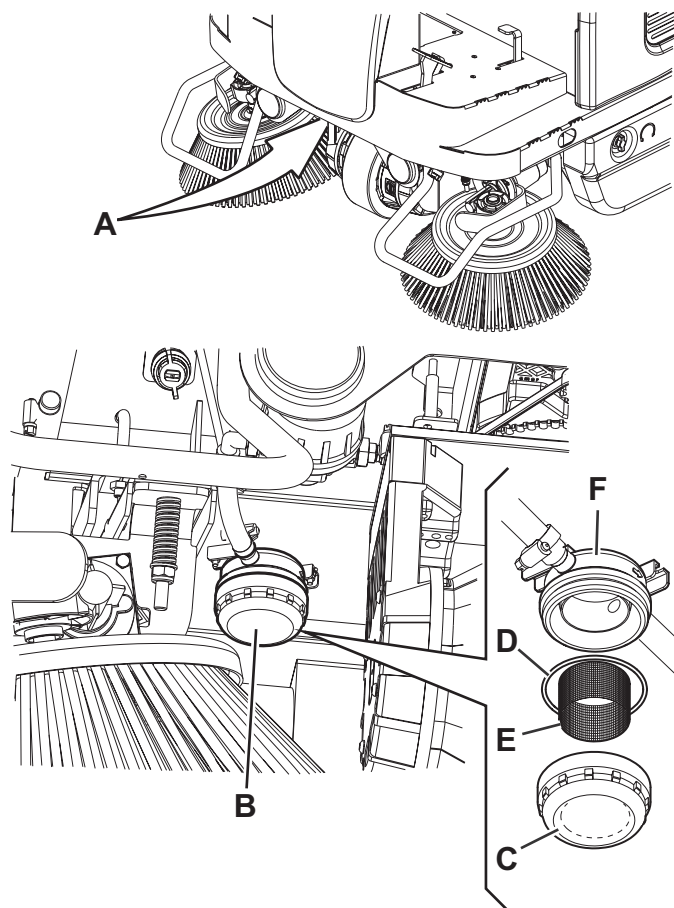

Рис. 19
2. Поверните ключ зажигания (61) в положение «0» и включите стояночный тормоз.
3. Снизу машины (А, Рис. 19) дотянитесь до блока водяного фильтра (В) системы подавления пыли.
4. Открутите и снимите прозрачную крышку (С) с прокладкой (D), а затем снимите сито фильтра (Е).
5. Очистите и установите их на опору (F).